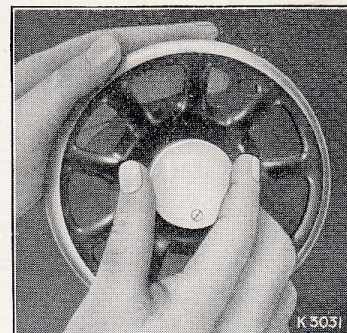
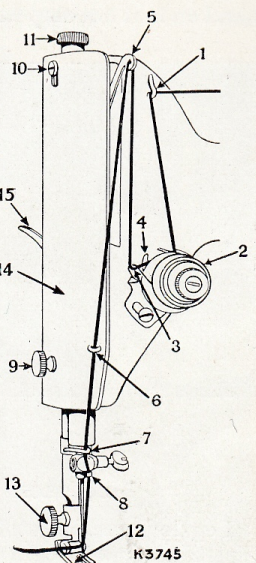
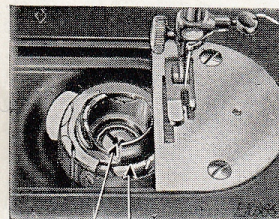

Fig. 1.
Fig. 9.
Fig. 15.
Door deze vinding is het mogelijk, dat het vliegwiel vrij draait om spoelen te winden en zich met de juiste beweging van het trappen vertrouwd te maken, zonder dat het naaimechanisme werkt. Om het vliegwiel buiten werking te stellen, houdt men het met de linkerhand vast en met de rechterhand draait men de vrijloopschijf naar zich toe, zoals Fig. 1 aantoont.
Als men zich met het trappen vertrouwd heeft gemaakt, zet men het vliegwiel weer vast, door de vrijloopschijf van zich af te draaien en legt een stuk stof onder den persvoet (12, Fig. 9). Nu laat men den persvoet door middel van den persvoetstanghefboom (15, Fig. 9) neer, brengt de machine, zonder draad in de naald, weder in beweging en oefent zich op deze wijze, tot men de stof naar behoren kan leiden.
Zet het vliegwiel vast (zie Fig. 1) en leg een stuk stof onder den persvoet (12, Fig. 9). Laat den laatste vervolgens neer door middel van den hefboom (15, Fig. 9). **Men draaie nu het handvatsel van zich af**, om de machine - zonder ingeregen te zijn - te laten loopen, totdat men in staat is, de stof met de linkerhand te leiden.
Zet het vliegwiel af (zie Fig. 1) en zet een klos garen op de pen (1). Doe een leeg spoeltje op de as (3) en draai eerstgenoemde, totdat het gat aan de rechterzijde contact maakt met het pinnetje in de askraag. Trek den draad onder en tusschen de spanningschijven (2) en rijg hem, van binnen uit, door het gaatje aan de linkerzijde van de spoel en houd het einde van den draad vast. Oefen nu een benedenwaartsche druk op den winder, waarna de klink (4) zal vallen en het wielte (6) tegen den uitstekenden rand van het vliegwiel houden. Draai het laatste naar U toe, totdat enkele windingen verkregen zijn en breek dan het einde van den lossen draad af. Laat de machine loopen, tot het spoeltje vol is, waarna de spoelwinder automatisch stopt. Vervolgens wordt het vliegwiel weer vastgezet voor naaien.
#### Het inrijgen van den bovendraad (Zie Fig. 9).
Laat den draadhefboom (5, Fig. 9) tot op zijn hoogste punt omhoog komen en licht den persvoet (12, Fig. 9) op. Schuif het werk naar achteren en naar links weg en snijd de draden af door middel van den draadafsnijder boven den persvoet. Laat de einden der draden ongeveer 10 cm. onder en achter den persvoet liggen.
Voor gewoon huishoudelijk naaiwerk behoeft de druk van den persvoet zelden veranderd te worden. Bij het naaien van dunne zijde en andere lichte stoffen moet men den druk iets verminderen, door de knopschroef (11, Fig. 9) twee of drie slagen omhoog te draaien. Om den druk te vermeerderen, draait men de knopschroef een paar slagen omlaag.
Om het naaldstang-mechanisme te smeren, verwijdt men de knopschroef (9, Fig. 9) en draait de schroef (10, Fig. 9) lossier. Vervolgens schuift men de frontplaat (14, Fig. 9) naar boven over de schroef heen.
in het oliegaatje "B" in Fig. 15. Sluit de schuif-
Trek de schuif in de hoofdplaat van de machine naar links, terwijl de draadhefboom (5, Fig. 9) op z'n hoogste punt is. Geef de baan van den spoelhouder een druppel olie, zooals aangegeven door pijl "A" in Fig. 15 en doe ook eenige druppels in het oliegaatje "B" in Fig. 15. Sluit de schuifplaat vervolgens.